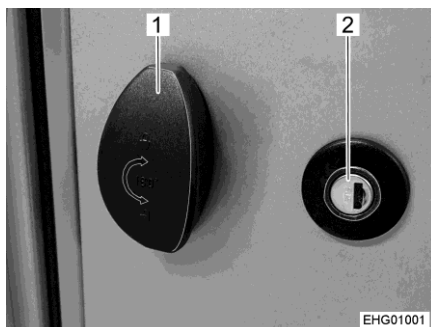

Bild 54 Lucklås med ratt
- Stick in nyckeln i låscylindern (Bild 54,2) och vrid ett kvarts varv. Lucklåset är upplåst.
- Dra ut ratten (Bild 54,1) och vrid den 180° moturs. Den utvändiga luckan är öppen.
- Vrid ratten (Bild 54,1) 180° medurs.
- Stick in nyckeln i låscylindern (Bild 54,2) och vrid ett kvarts varv. Lucklåset är låst.